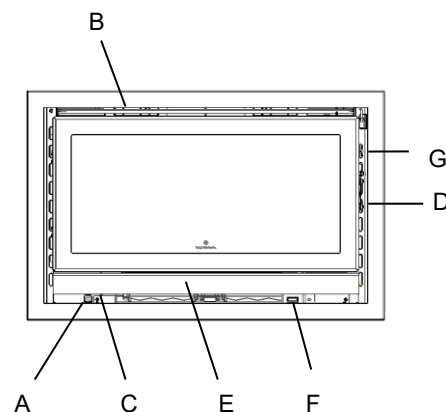

Figure 18 - Diagramme des composants
1. Ouvrez le contrôle de l'air de combustion « Air primaire » (C-Figure 18).
2. Ouvrez la poignée de sortie d'air chaud (G-Figure18).
4. Lorsque vous fermez la porte, vous devez fermer partiellement la sortie d'air chaud (G-Figure 18) et fermer la commande d'air de combustion « Air primaire » (C-Figure 18).